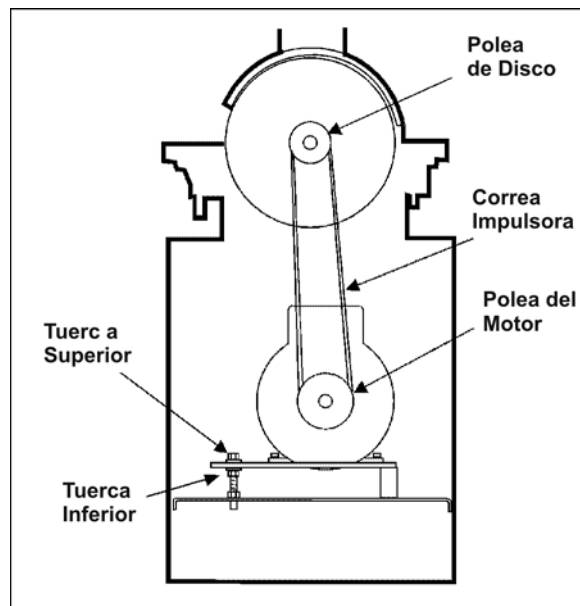

Figura 6
Refiérase a la Figura 6:
5. La polea impulsor ya se encuentra montada sobre la polea del disco, por detrás del disco, como se muestra en la Figura 6. Sin embargo debería verificarse para asegurar que se encuentre en el canal de la polea.